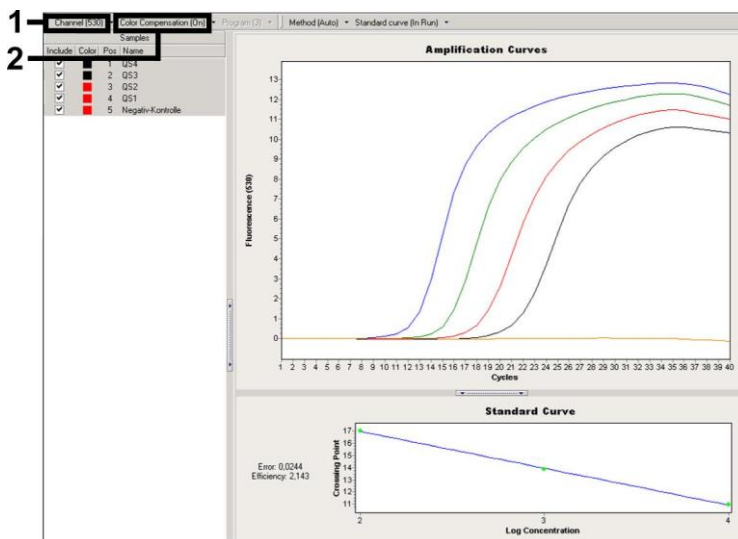

Fig. 16: Aktivering af farvekompensationsfil og valg af fluorescenskanal.
Til analyse af PCR-dataene bedes du gøre følgende (se Fig. 16):
- *LightCycler*-software version 4.0 indeholder en fil ved navn *Color Compensation File* (Farvekompensationsfil), der kompenserer for forstyrrelser i flerfarveanalyser mellem fluorescenskanaler. Åbn denne fil før, under eller efter PCR-kørslen ved at aktivere *Color Comp* (Farvekomp.) (*On/Off*) (*Til/Fra*) og derefter knappen *Select Color Compensation* (Vælg farvekompensation) (se Fig. 16). Hvis der ikke er installeret en *farvekompensationsfil*, skal filen genereres som beskrevet i *LightCycler-brugervejledningen*.